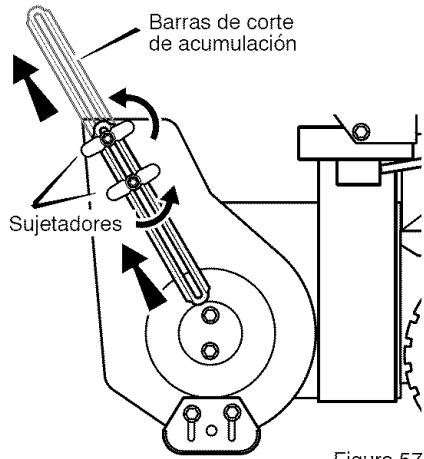

Figura 57
1. Afloje los **sujetadores** que afirman las **barras de corte de acumulación** al alojamiento de la barrena. Vea la Figura 57.